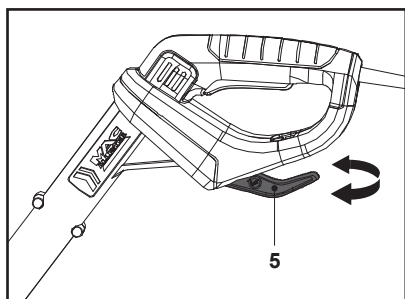

Fig. 29
3. Pressione a proteção de plantas (13) para dentro, se necessário.
4. Rode o recipiente de cabo (rotativo) (5) e certifique-se de que a ponta do recipiente de cabo (rotativo) (5) está virada para trás (Fig. 29).